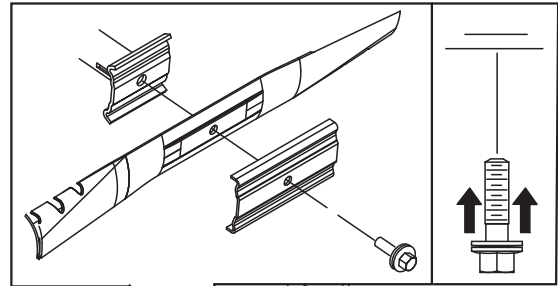

Figure 24
- Montez une lame neuve (tournez le boulon de la lame dans le sens horaire) et toutes les fixations (Figure 24).